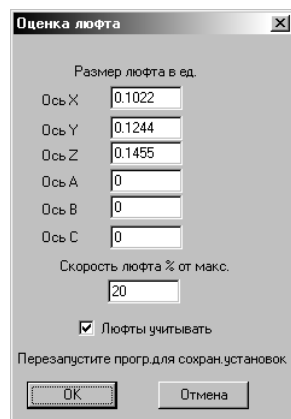

Рис. 20. Окно Люфты.
7. Зайти в меню **Конфигурации – Люфты** (Рис. 20). В полях напротив каждой координатной оси